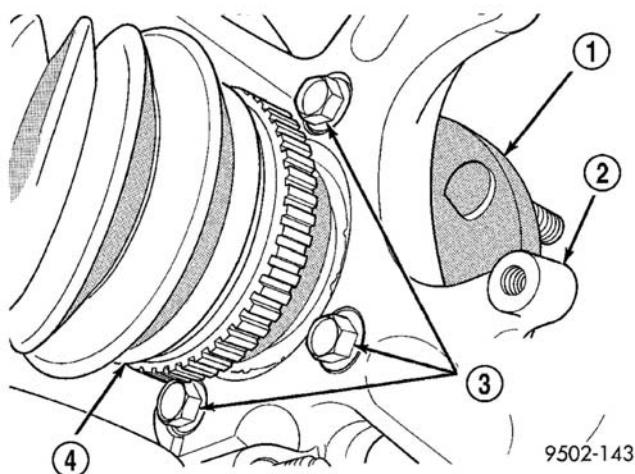

图 6 轮毂和轴承固定螺栓
- (8) 从转向节的后部卸下 4 个轮毂和轴承固定螺栓(图 6)。在拆卸螺栓时注意不要接触和损坏驱动轴短轴上的 ABS 轮速脉冲发生轮。
- (9) 从转向节上卸下轮毂和轴承总成。